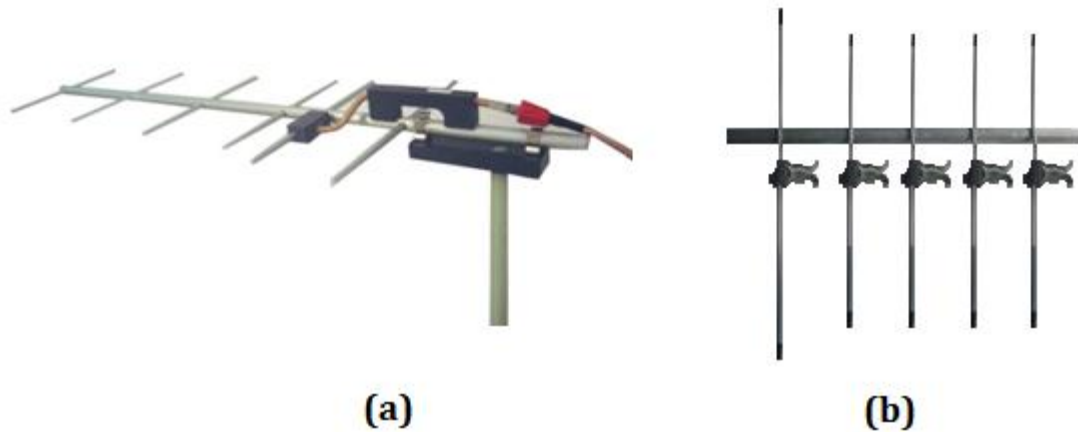

Figura A.16 Antenas Yagi-Uda, a) fija, b) ajustable
3.1.2.1.5 Yagi (fija y ajustable): el equipo proporciona dos antenas Yagi, una fija(a) y una con elementos ajustable (b), Figura A.16.